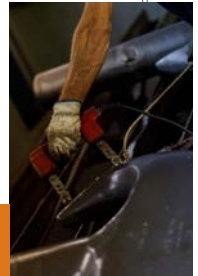

FIGURA 8: TESTE DE PARTÍCULA MAGNÉTICA
3.2 Proceder teste de Partículas Magnéticas em Gancho e Travessa (figura 8 abaixo).